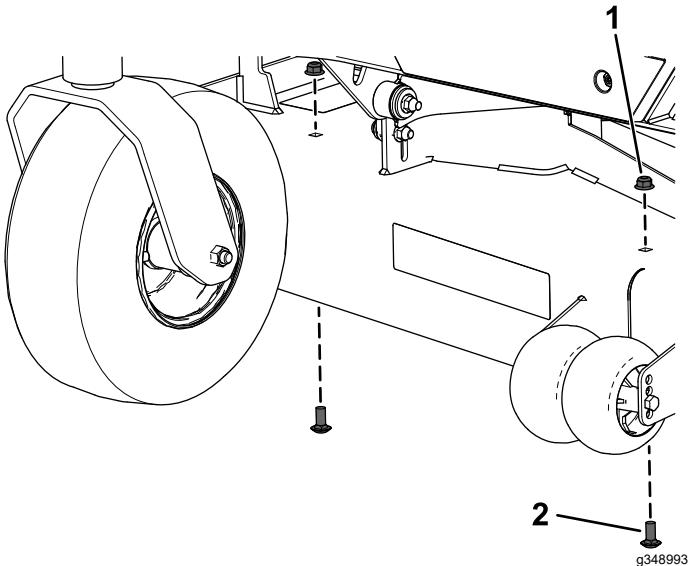

Figura 3
2. Remova os dois parafusos de carroçaria e duas porcas de bloqueio na parte frontal da plataformas do cortador (Figura 3).